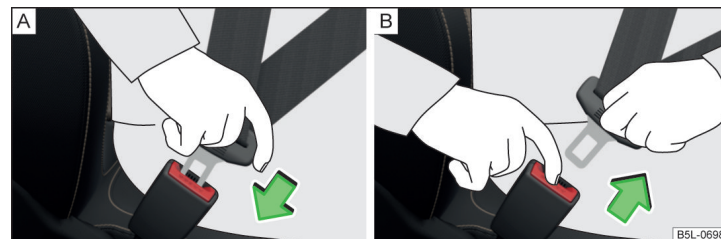

Fig. 27 Fixarea sau desfacerea centurii de siguranță
- ▶ Introduceți clema de fixare în catarama aferentă a centurii de siguranță » fig. 27 - [A] până când se fixează cu un clic.
- ▶ Prindeți de limba centurii și apăsați butonul roșu de pe catarama centurii » fig. 27 - [B], limba centurii sare afară.